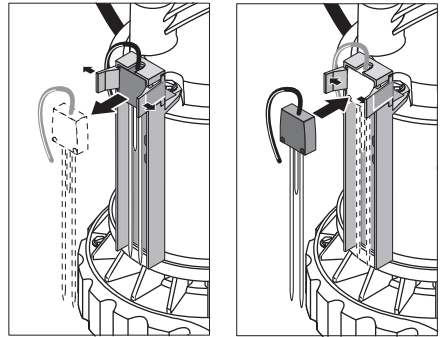

Figure 11: L'interrupteur se détache du support tel qu'illustré. S'assurer de ne pas trop étirer les attaches.
- 3A. Détacher l'interrupteur de son support et le déposer de la pompe (se reporter à la Figure 11, page 13).
Pour déposer l'interrupteur, étirer les attaches sur le dessus du support suffisamment pour glisser l'interrupteur et le sortir des deux attaches. Utiliser le fil pour pousser l'interrupteur afin de le libérer du support (se reporter à la Figure 11).
Pour reposer l'interrupteur, le pousser entre les attaches du support jusqu'à ce qu'il repose à plat contre l'arrière du support (se reporter à la Figure 11).